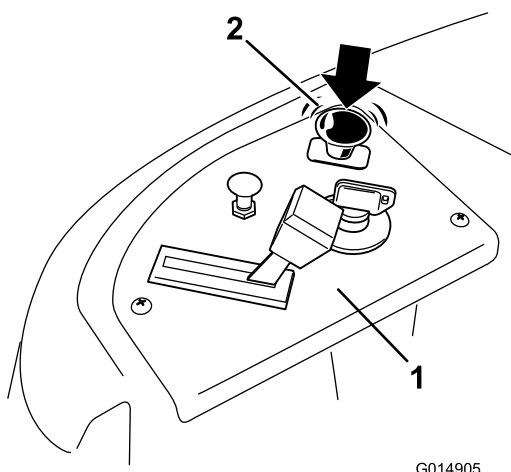

Figura 16
Spingete verso il basso il comando delle lame per posizionarlo su Off e disinnestare le lame (Figura 16).
1. Disinserite le lame spostando il comando delle lame in posizione Off (Figura 16).